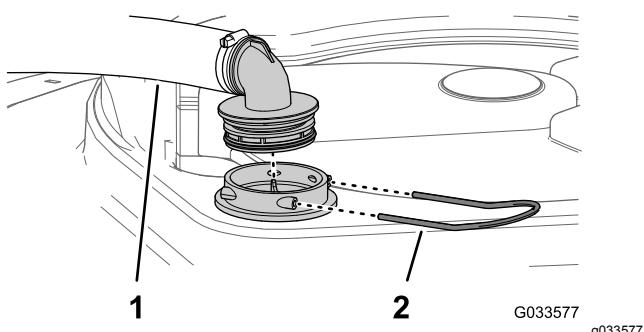

Bild 77
2. Nehmen Sie oben am Sprühbehälter den Halter ab, mit dem das Schlauchanschlussstück befestigt ist, das am dicken Schlauch und dem Filtergehäuse angeschlossen ist (Bild 77).
3. Nehmen Sie den Schlauch und das Schlauchanschlussstück vom Filtergehäuse ab (Bild 77).